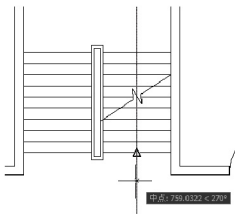

图 2.124 寻找上行箭头杆起点的位置
(1) 打开【正交】、【对象捕捉】、【对象追踪】功能。单击【绘图】工具栏中的【多段线】图标  或在命令行输入“PL”并按 Enter 键, 启动绘制多段线命令。
(2) 在 **当前线宽为 0.0000, 指定起点或 [圆弧 (A)/ 半宽 (H)/ 长度 (L)/ 放弃 (U)/ 宽度 (W)]:** 提示下, 将光标放在如图 2.124 所示的踏步线的中点, 此时不单击, 将光标轻轻地垂直向下拖动, 当拖至上行箭头杆起点的位置时单击。这样就通过【对象追踪】命令寻找到了上行箭头杆起点的位置, 并且保证将其绘制在右侧梯段的中心。